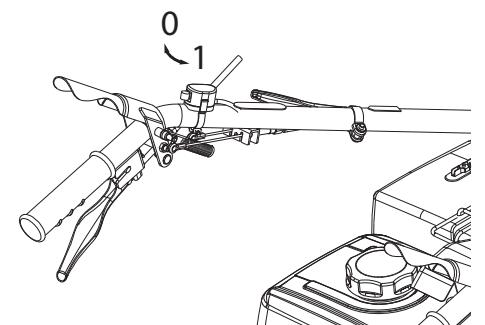

Bild 6
Schalten Sie zum Betrieb des Motors vor dem Start auf (1) (Bild 6). Zum Stoppen des Motors schalten Sie auf (0) .